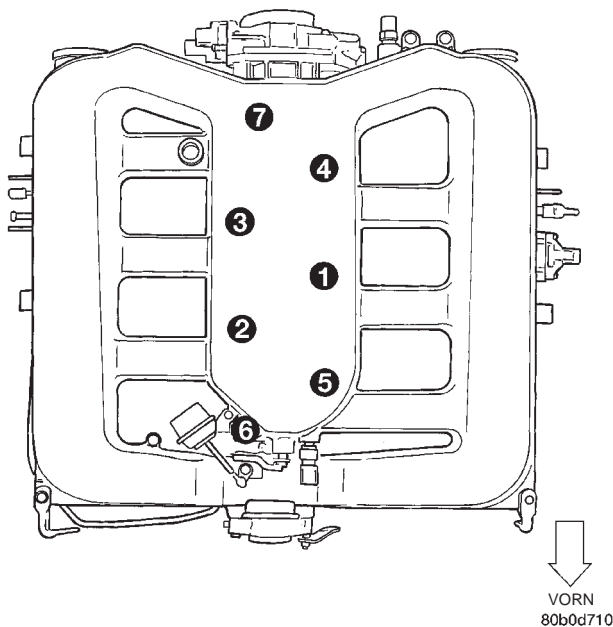

Abb. 14 Anzugsreihenfolge für Ansaugkrümmer-Oberteil
(3) Den Ansaugkrümmer ansetzen und sämtliche Befestigungsschrauben zunächst von Hand eindrehen.
(4) Die Schrauben mit nach und nach zunehmendem Anzugsmoment in der in (Abb. 14) gezeigten Reihenfolge festziehen, bis ein Anzugsmoment von 12 N·m (105 in. lbs.) erreicht ist.